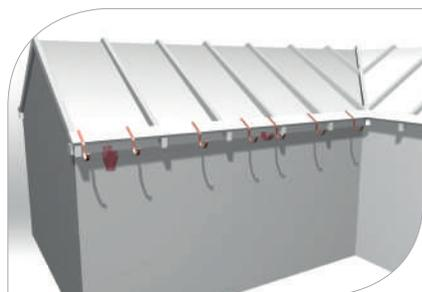

рис. 10
- 3.4 По указанному веревкой уровню следует определить места и установить остальные кронштейны, сохраняя между ними расстояние 60 см (**рис. 10**)